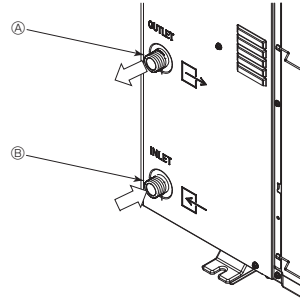

Fig. 6-1
6.1. Vesiputkien liittäminen (Fig. 6-1)
- Tulo- ja lähtöputkien sijainti näytetään Fig. 6-1.
[Fig. 6-1]